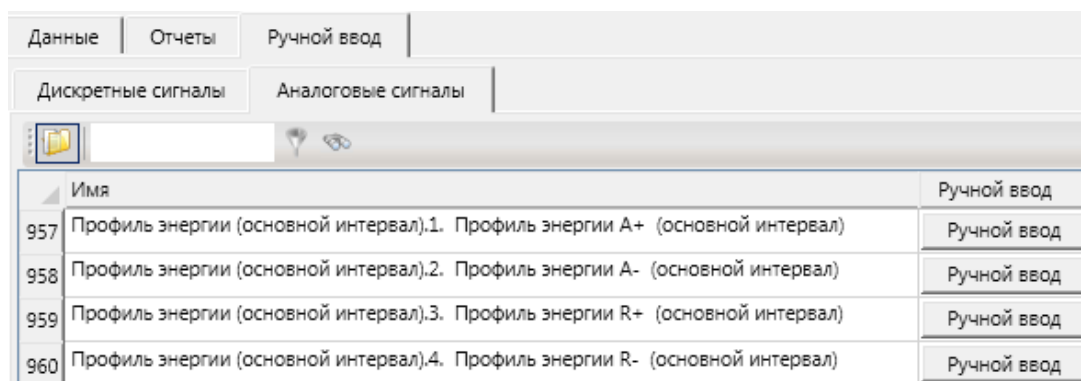

Рисунок 120 – Подраздел **Ручной ввод**
3.7.4.13.3 Подраздел **Ручной ввод** раздела **Данные** необходим для просмотра и добавления значений сигналов в долговременную БД. Подраздел содержит перечень сигналов выбранного объекта (рисунок 120).